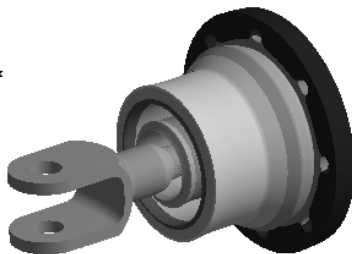

图 7.10.10 位移变形结果图解
(2) 查看位移变形结果图解。在“Outline”窗口中选中  **Total Deformation**，查看图 7.10.10 所示的位移变形结果，其最大位移为 0.1916 mm。